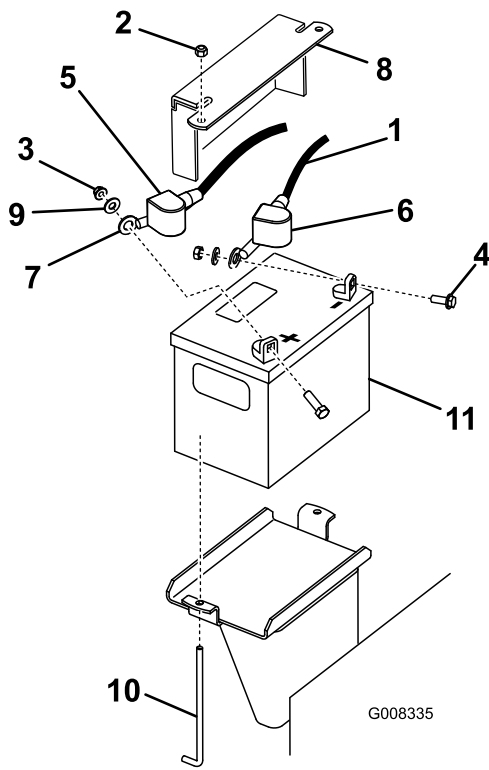

Figura 42
3. Levante la cubierta de goma negra del cable negativo. Desconecte el cable negativo del borne negativo (-) de la batería (Figura 42).
- Retire la cubierta de goma roja del borne positivo (rojo) de la batería. Luego retire el cable positivo (rojo) de la batería (Figura 42).
- Retire la pletina de sujeción, los pernos en J y las contratuercas que sujetan la batería (Figura 42), y retire ésta.
- Coloque la batería en la máquina (Figura 42).
- Conecte primero el cable positivo (rojo) al borne positivo (+) de la batería con una tuerca, una arandela y un perno (Figura 42). Deslice la cubierta de goma sobre el borne.
- Luego conecte el cable negativo y el cable de tierra al borne negativo (-) de la batería con una tuerca, una arandela y un perno (Figura 42). Deslice la cubierta de goma sobre el borne.